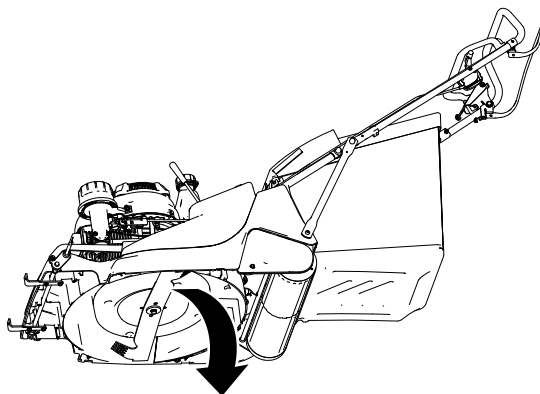

Figura 9
4. Baje la máquina con cuidado (Figura 9).